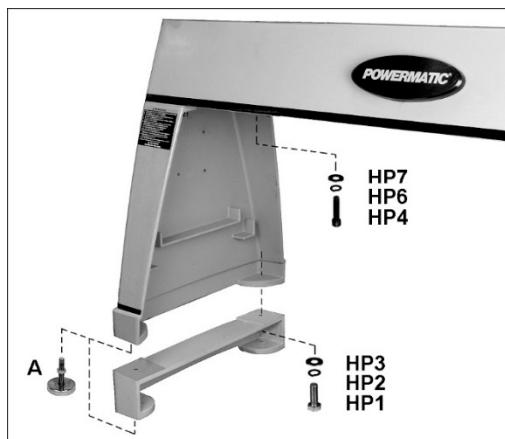

Рис. 6-1: установка опор и проставочных плит
4. Прикрутите опоры к станине с помощью винтов и шайб (HP4/6/7, Рис. 6-1). Плотно затяните винты.
5. Если необходима установка проставочных плит, прикрутите их к опорам с помощью винтов и шайб (HP1/2/3, Рис. 6-1).
6. Закрутите регулируемые ножки (A, Рис. 6-1) в отверстия проставочных плит (или опор, если проставочные плиты не используются). Ножки можно отрегулировать позднее. Притяните шестигранные гайки к нижней части проставочных плит или опор, чтобы зафиксировать выставленную высоту.